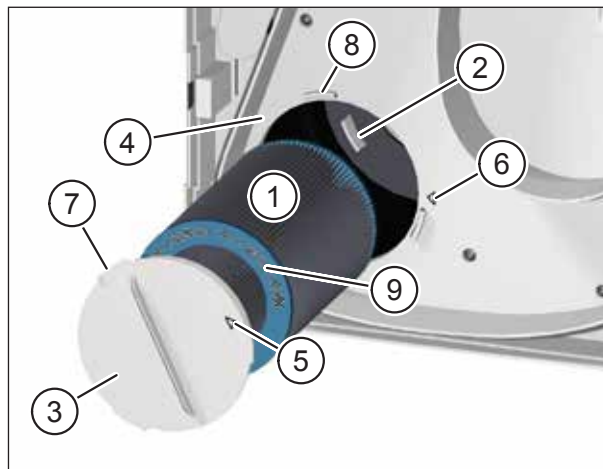

Abb. 16: Neuen Außenluftfilter einsetzen
- ▶ Führen Sie den neuen Außenluftfilter (Pos. 1 in Abb. 16) vorsichtig in das Lüftungsgerät ein.
- ▶ Achten Sie darauf, dass der Luftfilter in die 3 Haltenasen (Pos. 2 in Abb. 16) an der Rückwand des Lüftungsgerätes gleitet.
- ▶ Setzen Sie den Filterdeckel (Pos. 3 in Abb. 16) auf den Außenluftfilter auf. Achten Sie darauf, dass der Filterdeckel plan auf der Zwischenplatte (Pos. 4 in Abb. 16) aufliegt.
- ▶ Drehen Sie den Filterdeckel im Uhrzeigersinn, bis der Pfeil auf dem Filterdeckel (Pos. 5 in Abb. 16) mit dem Pfeil der Arretierposition (Pos. 6 in Abb. 16) fluchtet. Achten Sie darauf, dass die 3 Nasen (Pos. 7 in Abb. 16) am Filterdeckel in den Halterungen (Pos. 8 in Abb. 16) an der Zwischenplatte einrasten.
- Als Außenluftfilter dürfen nur M-WRG-II FA, Art.-Nr. 750010, und M-WRG-II FK (Aktivkohlefilter), Art.-Nr. 750020, verwendet werden. Art.-Nr. und Luftfilterklasse sind auf der türkisen Endscheibe des Luftfilters (Pos. 9 in Abb. 16) eingeprägt.